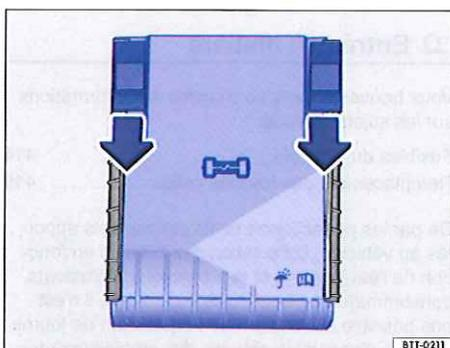

Fig. 230 Dans le compartiment-moteur : cache de boîte à fusibles
- Poussez les touches de verrouillage vers l'avant dans le sens des flèches pour déverrouiller le cache de la boîte à fusibles \Rightarrow fig. 230.